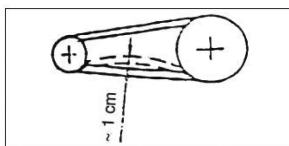

Рис.9
7.8. Отрегулируйте натяжение клинового ремня так, чтобы при нажатии на ведущую ветвь ремня с силой примерно 3-4 кгс прогиб ремня составлял около 1см, см.Рис.9